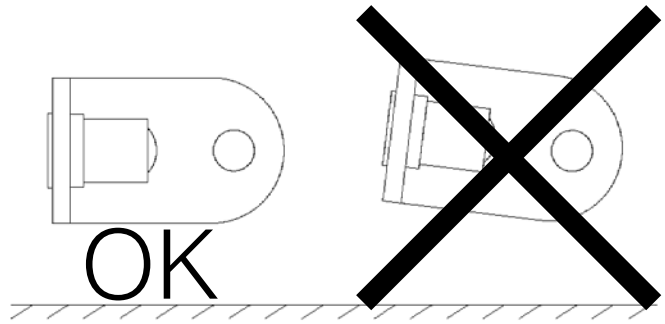

Fig. 73
- Fije la plaqueta a la pared mediante el tornillo AF suministrado en el KIT enroscándolo en el taco insertado antes en la pared. Preste especial atención a la alineación de la plaqueta, la repisa debe estar perfectamente perpendicular al piso (**Fig. 73**)